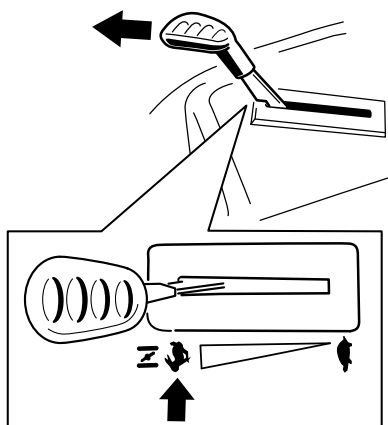

Figura 20
**Nota:** Engate sempre as lâminas com o acelerador na posição RÁPIDO (Figura 20).